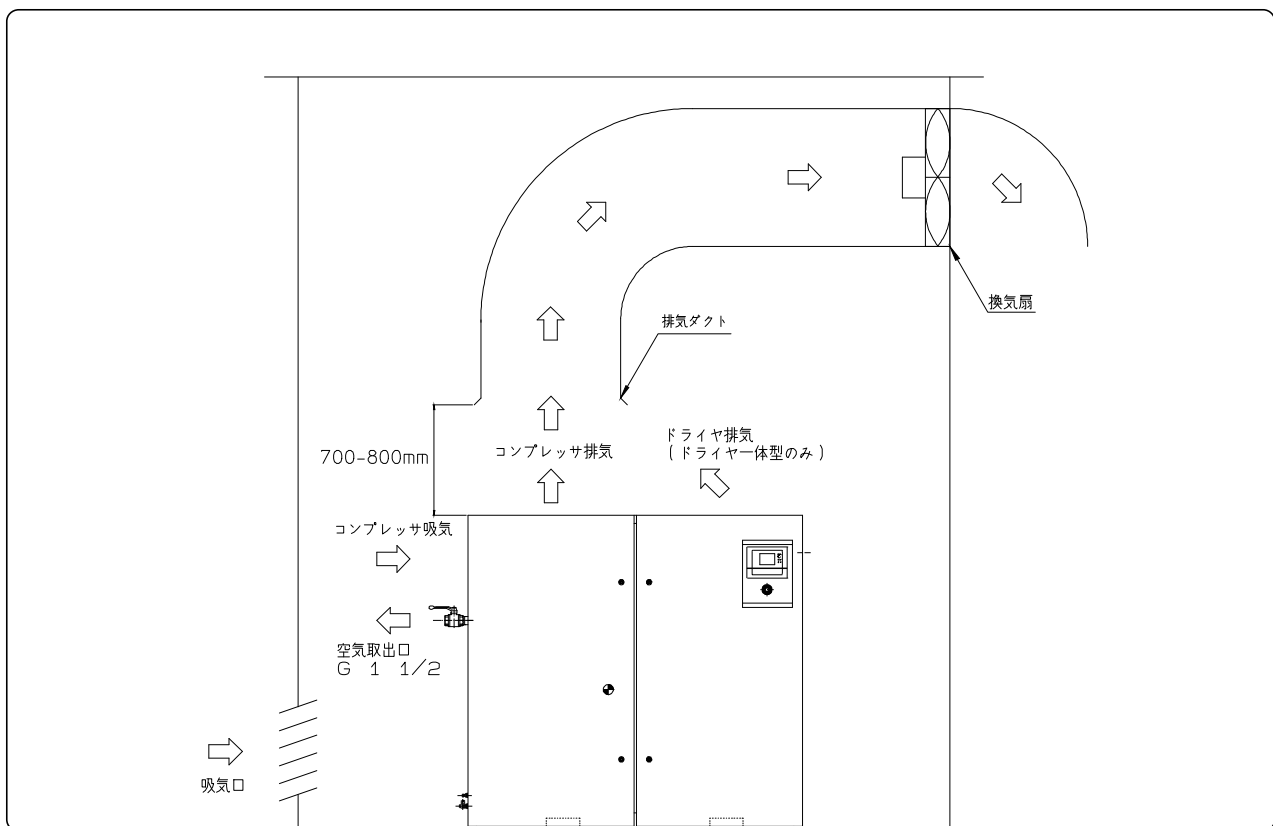

図4.6 局所換気②イメージ
圧損の計算は下記風量にて計算してください。図4.6をご参照ください。
- ◆ 排気ダクトに換気扇を取り付ける場合は、コンプレッサの天井と排気ダクトは 700~800mm の隙間を開けてください。(図4.6 局所換気②)